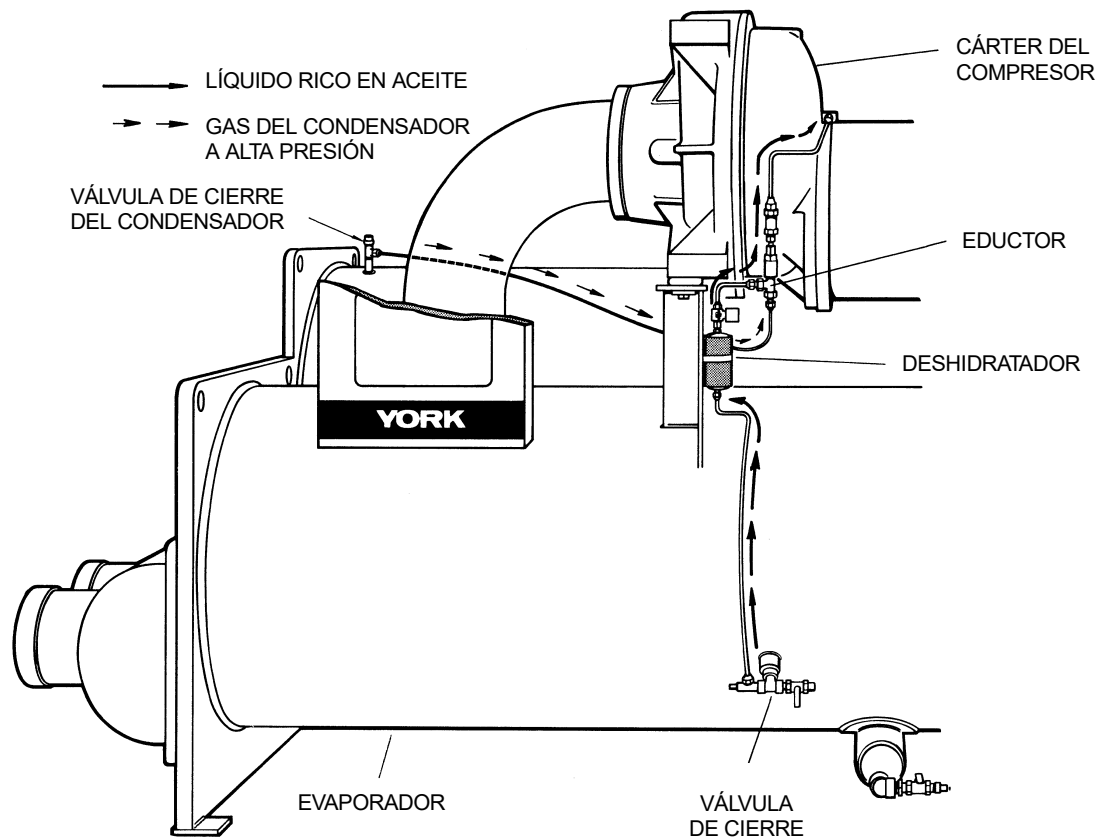

Figura 7.1 Circuito de Retorno de Aceite
2. Desmontar el deshidratador. Ver Figura 7.1.